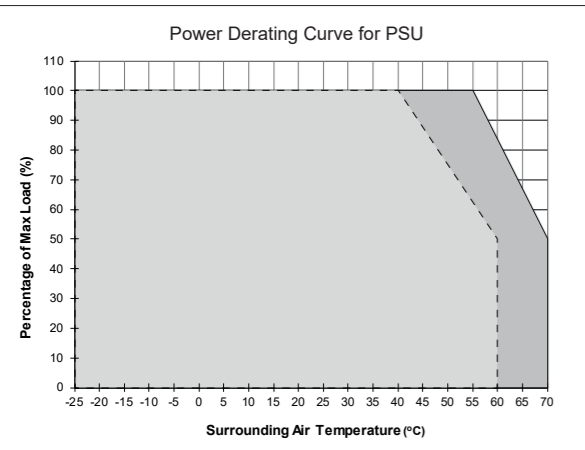

Figure 8
4.5. Thermal behavior (Fig. 8)
If the output capacity is beyond what is recommended in Fig. 8, the device will run into thermal protection by switching off i.e. device will go in bouncing mode and will recover when ambient temperature is lowered or load is reduced as far as necessary to keep device in working condition.
Operating temperature (Surrounding air temperature), refer to Fig. 8:	Vertical Mounting: -25°C to +70°C (> 55°C derate power by 3,33% / °C) Horizontal Mounting: -25°C to +60°C (> 40°C derate power by 2,5% / °C)
4.5. Comportement thermique (Fig. 8)
Si la capacité de sortie est supérieure aux recommandations de la Fig. 8, l'appareil s'arrête et passe en mode de protection thermique, c'est-à-dire qu'il passe en régime de rebondissement et qu'il redémarrera lorsque la température ou la charge auront été suffisamment réduites pour rétablir les conditions nominales de fonctionnement.
Température de travail (température d'environnement), (Déclassement de puissance selon Fig. 8)	Verticale < -25 °C à +70 °C (> 55 °C Derating 3,33 % / °C) Horizontale < -25 °C à +80 °C (> 40 °C Derating 2,5 % / °C)